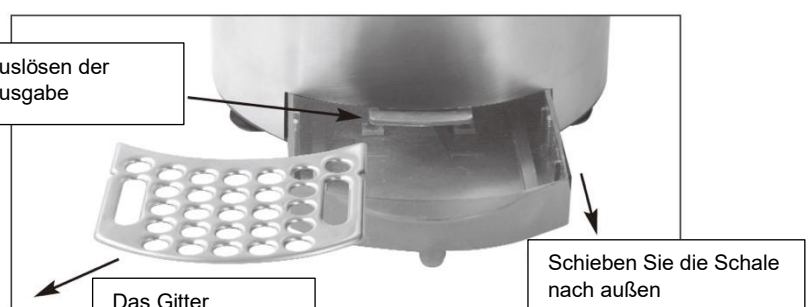

Figure 7
- 6) Entfernen Sie die Platte der Abtropfschale und dann die Abtropfschale, wie in Abbildung 7 gezeigt.